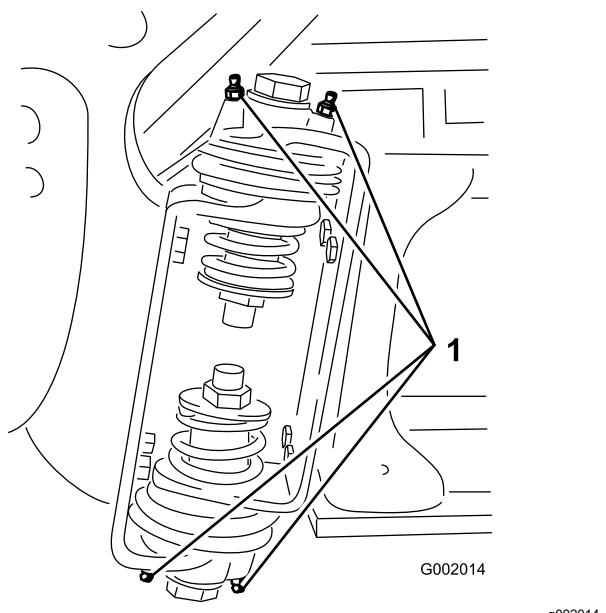

Рисунок 38
- Закачайте консистентную смазку в подшипник или втулку через каждую масленку (Рисунок 38).